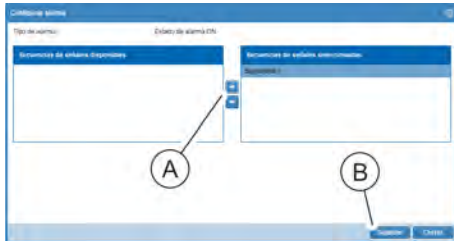

Fig. 132: Ventana "Configurar alarma"
13. ▶ En la ventana "Configurar alarma", seleccione una secuencia de señales y desplácela hasta el campo "Secuencias de señales seleccionadas" con el botón "→" (Fig. 132/Ⓐ). Confirme la selección con el botón "Guardar" (Fig. 132/Ⓑ).